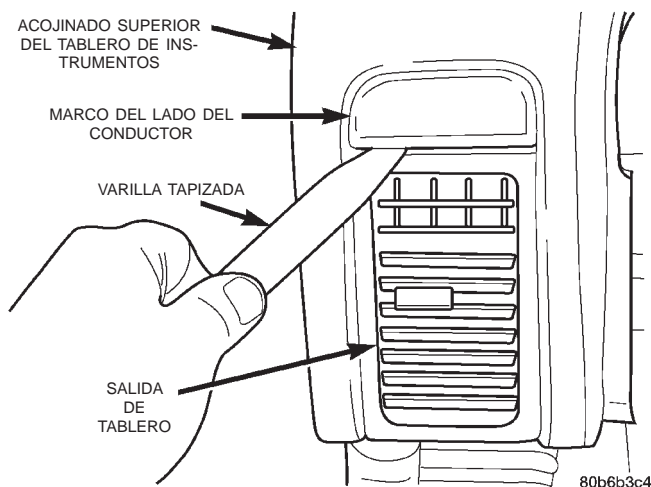

Fig. 6 Desmontaje e instalación del marco del tablero de instrumentos del lado del conductor
(1) Desconecte y aisle el cable negativo de la batería.
(2) Con una varilla de tapicería u otra herramienta de hoja ancha y plana apropiada haga palanca suavemente alrededor de los bordes del marco del lado del conductor, hacia arriba y hacia afuera del tablero de instrumentos lo suficiente como para desenganchar los dos collarines de presión de sus receptáculos (Fig. 6).